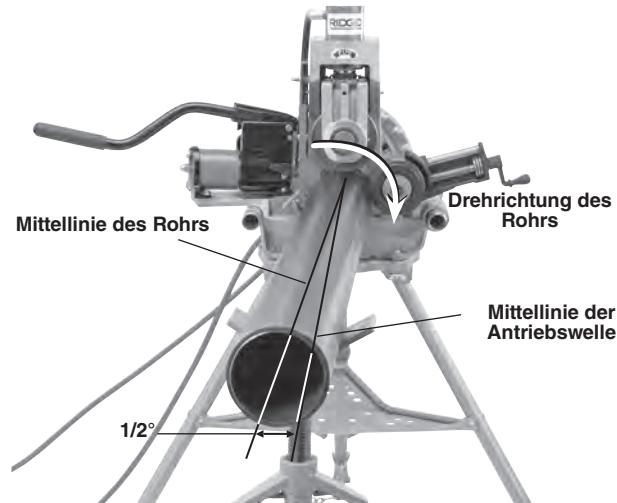

Abbildung 15 – Versetzen des Rohrs um $0,5^\circ$ in Richtung Bediener, (übertriebene Darstellung)
- Den Schalter REV/O-OFF/FOR des elektrischen Antriebs/der Gewindeschneidmaschine in die Position REV stellen; den Fußschalter drücken und wieder loslassen. Die Antriebsrolle muss sich, entsprechend dem Schild mit der Darstellung der Rohrrotation an der Nutrollmaschine, im Uhrzeigersinn drehen (*siehe Abbildung 15*). Wenn sich die Nutrollmaschine nicht in der richtigen Richtung dreht oder der Fußschalter den Betrieb der Maschine nicht beenden kann, dürfen Sie die Maschine so lange nicht verwenden, bis sie repariert worden ist.
- Bevorzugte Betriebsweise – Schalter in REV-Stellung:** Versetzen Sie das Rohr und seine Untergestelle um ca. $\frac{1}{2}$ Grad (ca. 1 Zoll Versatz in 10 Fuß Entfernung von der Nutrollmaschine) in Richtung des Bedieners. Die korrekte Ausrichtung des Rohrs und der Nutrollmaschine trägt dazu bei, dass das Rohr beim Anbringen von Nuten (siehe *Abbildung 15*) richtig geführt wird. Dies ist der richtige Versatz für das Anbringen von Nuten mit der Maschine in der Schalterstellung REV. Dies funktioniert mit dem Stabilisator.
- Erhöhen Sie den Versatz des Rohres ein wenig (von 1/2 Grad auf 1 Grad erhöhen). Siehe Abbildung 15.